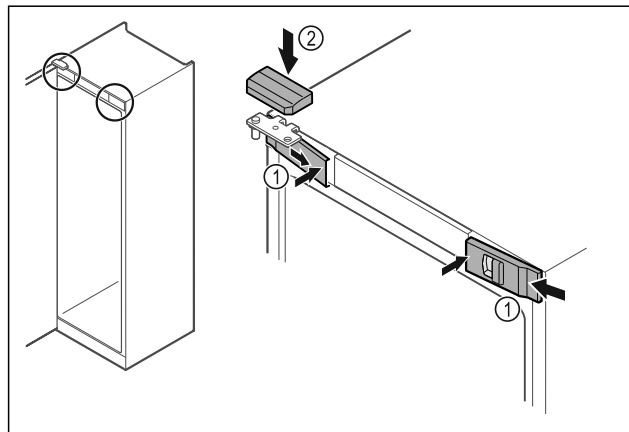

Fig. 33
- Přední kryty Fig. 33 (1) bočně zahákněte a zaklapněte dovnitř.
- Horní kryt Fig. 33 (2) shora zaklapněte.